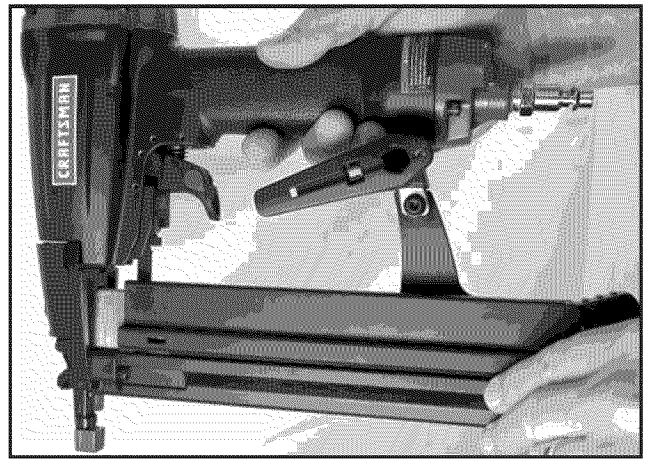

Figura 7- Cierre el depósito alimentador
- Deslice la cubierta del depósito alimentador hacia adelante sobre el depósito alimentador hasta que el pestillo de abroche en lugar, bloqueando la cubierta del depósito alimentador (Ver la figura 7)